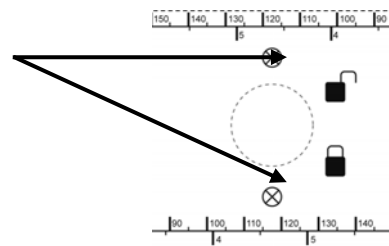

Abbildung 13: Position des Papiersensors
- Vergewissern Sie sich, dass das Medium den Papiersensor bedeckt. Die Position des Papiersensors wird auf dem Etikett mit der Skala angezeigt (siehe Abbildung 13).